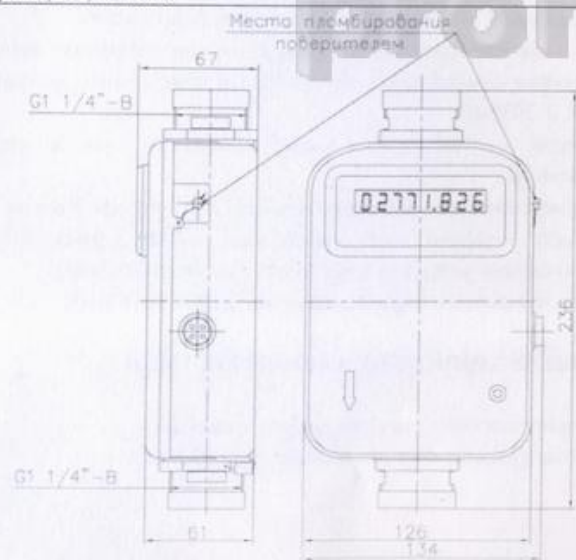

Рис. 1. Габаритные, присоединительные размеры счетчика и место пломбирования поверителем
**ВНИМАНИЕ!** При продаже счетчика продавец обязан проверить соответствие заводского номера счетчика номеру указанному в паспорте, наличие пломбы на счетчике с оттиском клейма поверителя (см. рис. 1), оттиска клейма поверителя в паспорте, комплектность, отсутствие видимых повреждений корпуса и работоспособность путем подачи воздуха во входной штуцер счетчика либо ртом через хлопчатобумажную салфетку, либо от внешнего источника давлением не более 50 кПа, при этом цифра младшего разряда ЖКИ отсчитываемого устройства должна измениться.
Основные технические характеристики счетчиков приведены в таблице 1. Габаритные и присоединительные размеры счетчиков приведены на рис. 1.